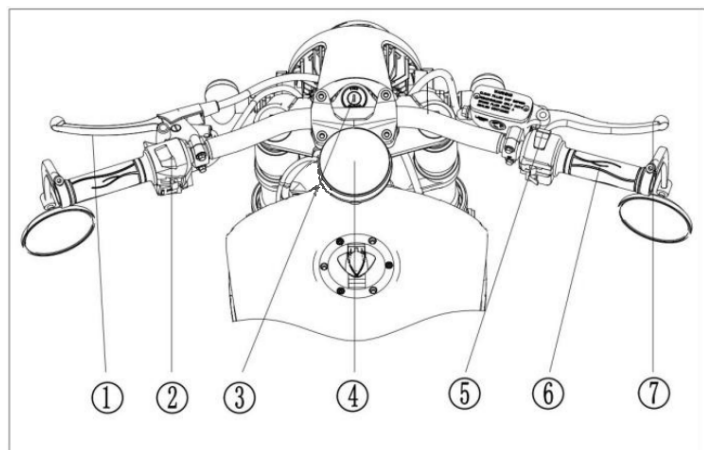

图 3 前车体
3、前车体(图 3)
- ①离合器手柄
- ②左开关组合
- ③点火开关锁
- ④仪表
- ⑤右开关组合
- ⑥油门把套
- ⑦前制动手柄